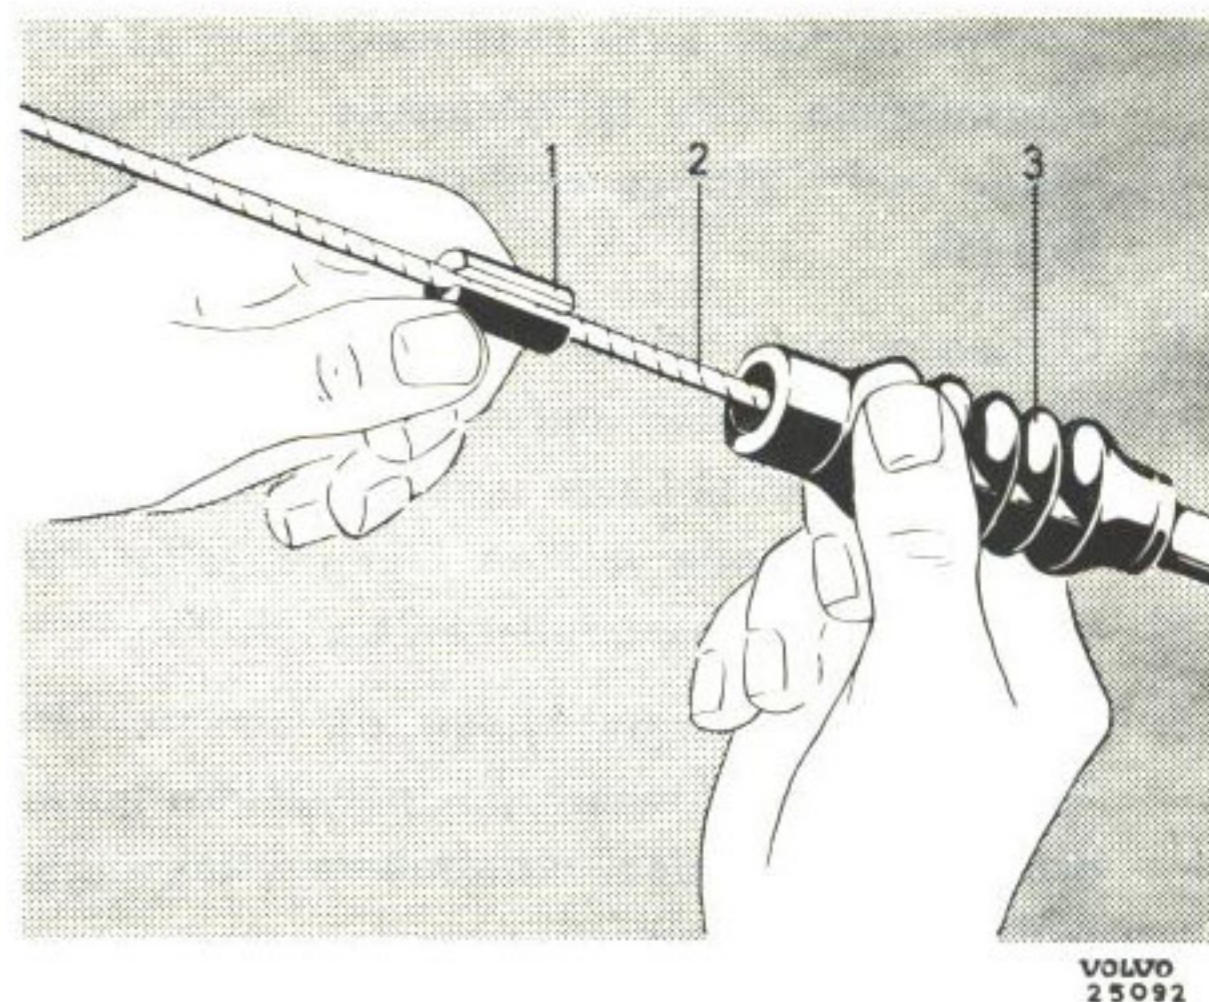

Bild 32. Montering av gummikåpa.
Vid bytet lossas bakre dragstängan från mellanaxeln och vajern hakas av från dragbygeln. Klipp upp den gamla kåpan och träd på den nya. Haka på vajern på dragbygeln och montera tillbaka dragstängan. Sätt på den uppslitsade tätningsproppen (1, bild 32) på vajern (2) och tryck in den i gummikåpan (3).